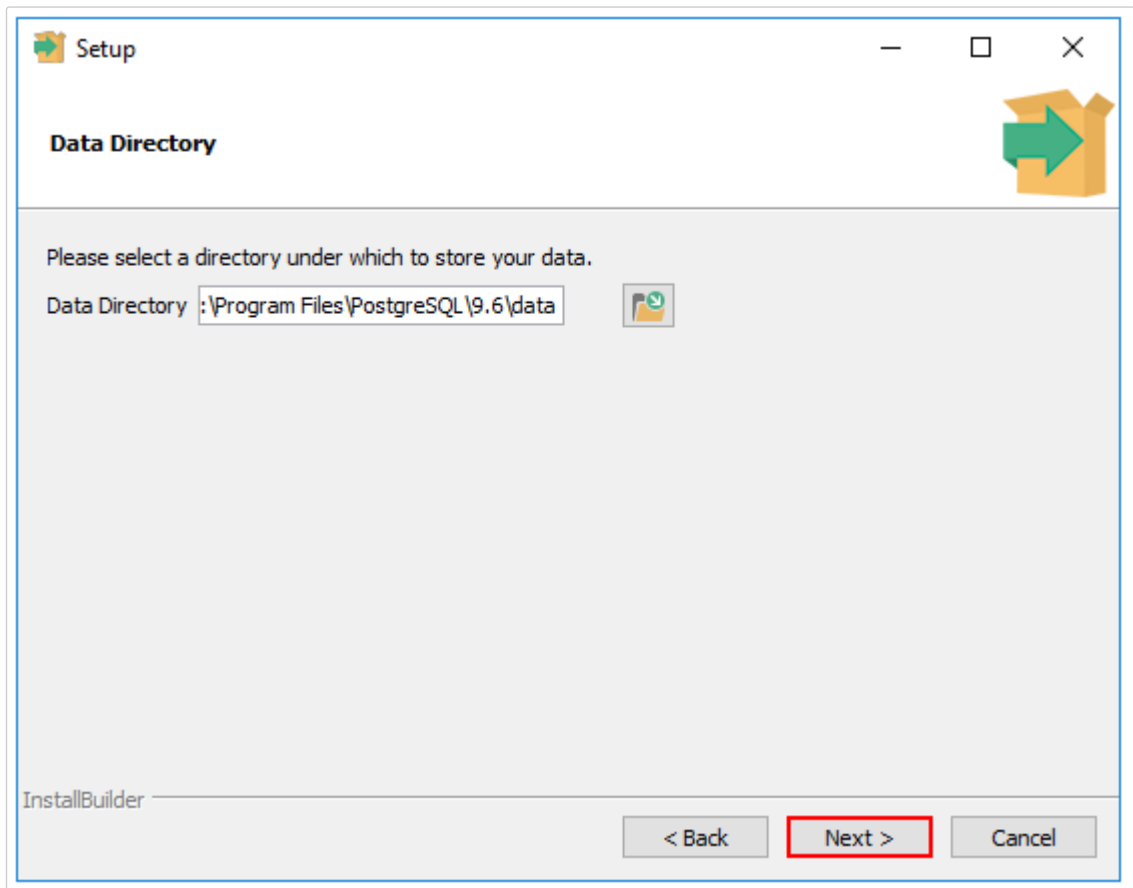

Рисунок 3. Выбор директории хранения данных
- 3) На следующей странице инсталлятора *Data Directory* указать директорию для хранения данных (см. рисунок 3).